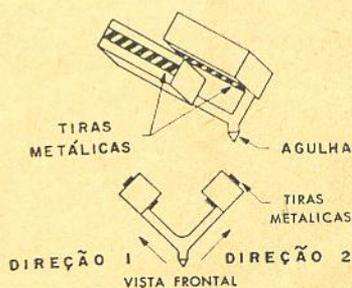

Figura 9
**Fonocaptors estereofônicos do tipo cerâmico** — A figura 9 apresenta um fonocaptor estereofônico constituído de dois monofônicos e uma agulha em comum. Quando o sulco faz com que a agulha se desloque na direção 1, entre as tiras metálicas da lâmina respectiva será gerada uma tensão. Quando o movimento se produz na direção 2, o mesmo ocorre com a lâmina correspondente. As tensões produzidas por cada uma das lâminas são amplificadas independentemente obtendo-se, assim, o som estereofônico.